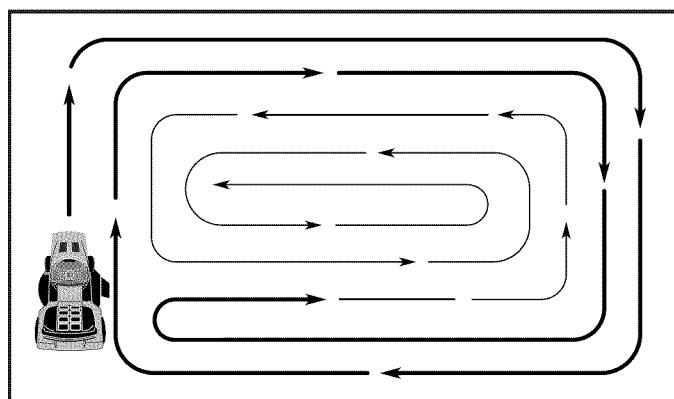

Fig. 27
- Al segar las áreas grandes, empiece girando a la derecha de modo que los recortes se descarguen, alejándose de los arbustos, cercos, entradas de automóviles, etc. Después de una o dos vueltas, siegue en la dirección opuesta, haciendo virajes a la izquierda, hasta que termine (Vea Fig 27).